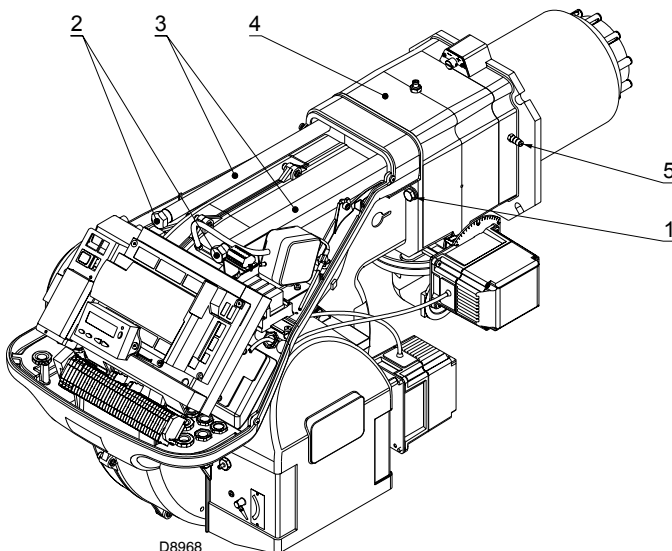

Fig. 18
- introducir el cable de la sonda y el cable del electrodo y deslizar el quemador hasta el manguito, hasta que alcance la posición indicada en la Fig. 18;